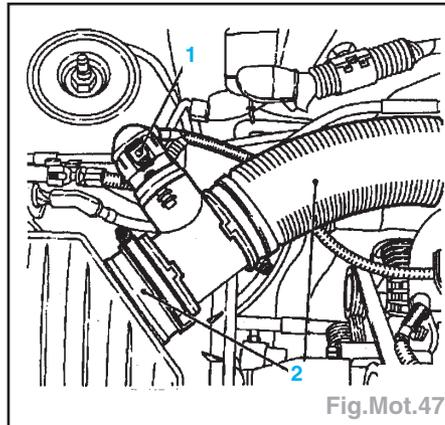

Fig.Mot.47
- Débrancher la fiche (1), les tubes d'admission (2) et le débitmètre massique (Fig.mot.47).